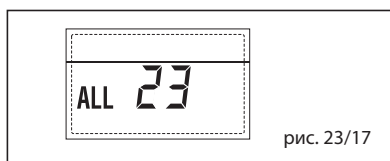

рис. 23/17
– **НЕПОЛАДКА ДАТЧИКА СОЛНЕЧНОГО КОЛЛЕКТОРА (S1) “ТРЕВ 24”** (рис. 23/18)